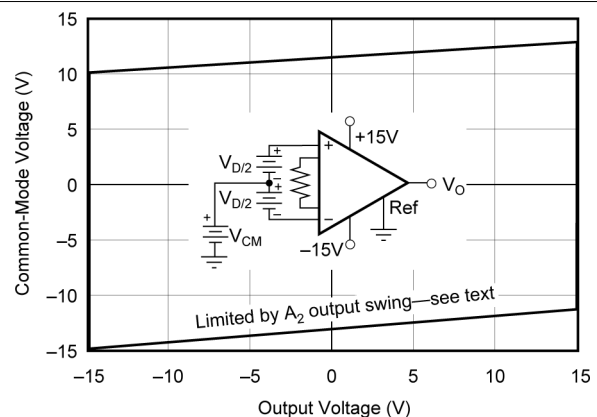
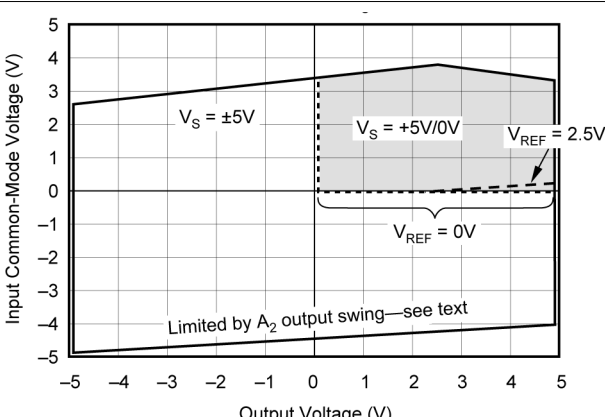

图 5-5. 输入共模范围与输出电压间的关系,  $V_S = \pm 15\text{V}$ ,  $G = 5$
图 5-6. 输入共模电压与输出电压间的关系,  $V_S = \pm 5\text{V}$ ,  $G = 5$
- (1) INA122 输入级的输入电压范围。输入范围取决于共模电压、差分电压、增益和基准电压。有关更多信息,请参阅典型特性 曲线图 5-5 和图 5-6。
- (2) 为  $G > 5$  指定的值不包括外部增益设置电阻器  $R_G$  带来的影响。